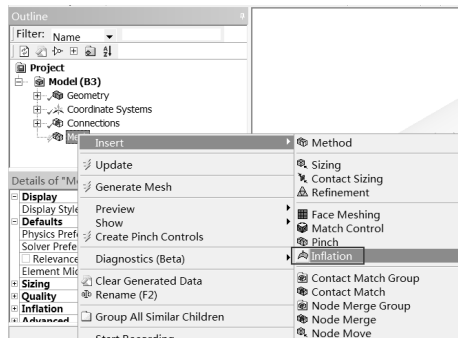

图 17-49 网格设置
Step2：右击 Mechanical 界面左侧 Outline（分析树）中的 Mesh 选项，此时会弹出如图 17-49 所示的网格划分方式快捷菜单，从中选择 Insert Inflation 命令。